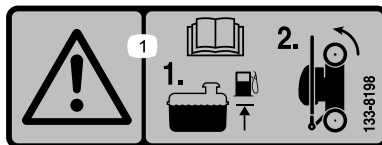

Figura 17
1. Assicuratevi che il livello del carburante nel serbatoio del carburante non sia superiore a quello raccomandato dal produttore del motore; fate riferimento all'adesivo del produttore del motore sul motore stesso (Figura 17).